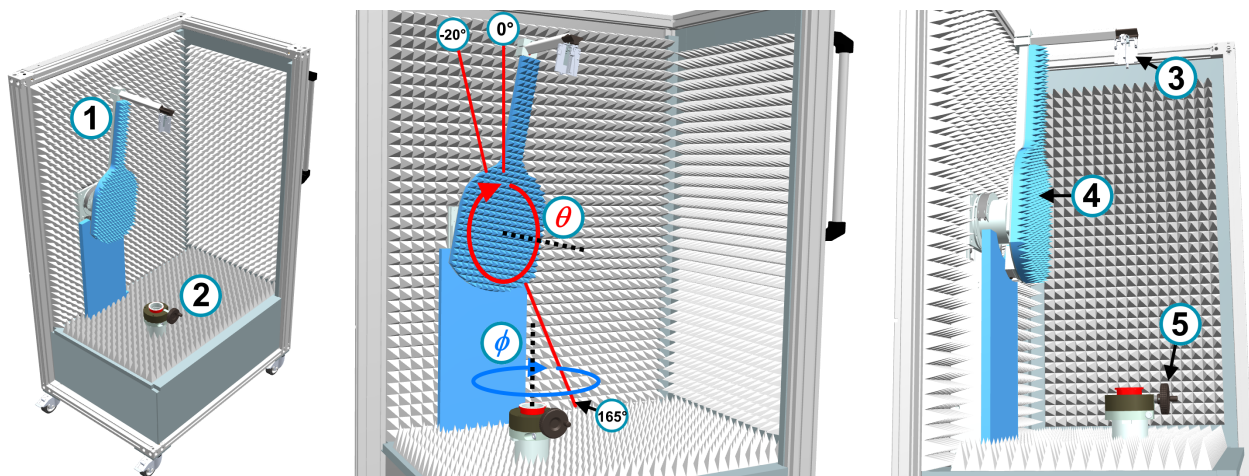

Bild 4-10: Innenansicht der Schirmkammer (die Tür, die rechte Seitenwand und die Decke sind hier nicht gezeigt)
Der 3D-Positionierer in der Schirmkammer besteht aus einem Antennen-Elevationsarm (bezeichnet mit 1 in Bild 4-10) und einem Drehtisch (2). Diese beiden Achsen definieren zwei Freiheitsgrade des 3D-Positionierers. Der dritte Freiheitsgrad ist die Höhe, in der Sie Ihr Messobjekt auf einer Messobjekthalterung auf dem manuell höhenverstellbaren Drehtisch montieren.